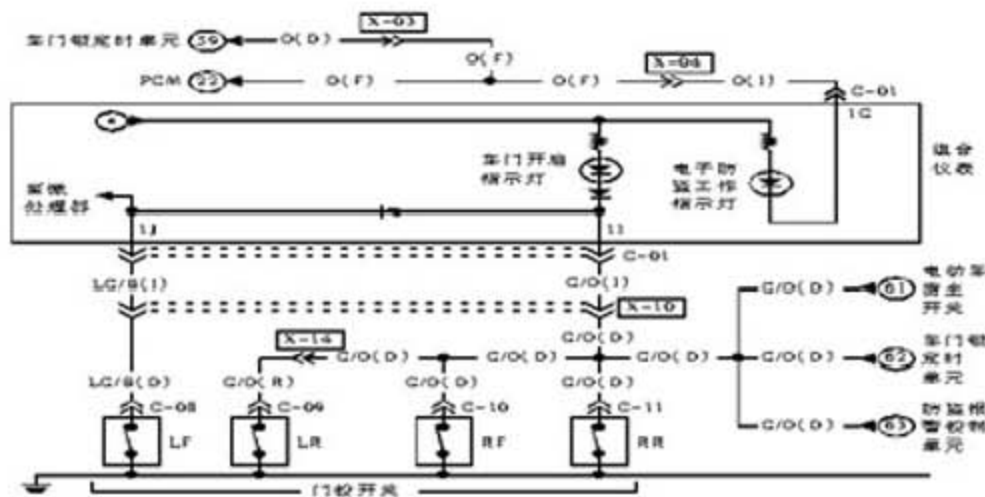
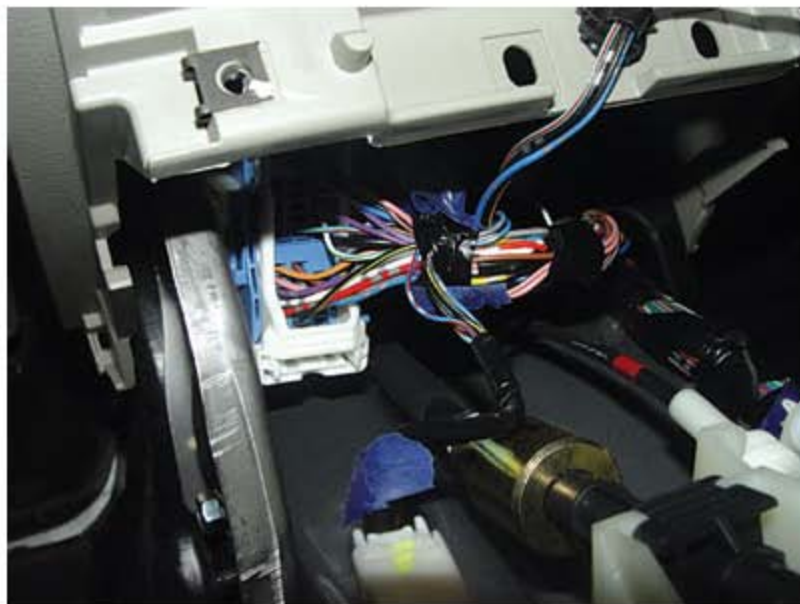

图2 电路图
图3
- 3). 之后, 我们开始检测组合仪表内部故障。一般情况下, 如果组合仪表内部出现问题是难以测量的。根据对该车相关电路图(图 2)的分析, 笔者决定以 X-10 插头(X-10 插头位置在收音机控制面板后方)分界点, 将线路分为仪表内和仪表外两部分。此时可以断开 X-10 插头(图 3), 如果灯熄灭, 说明故障点在仪表外部线路; 反之, 则说明组合仪表内部存在问题。经检查确定, 组合仪表内部电路正常。